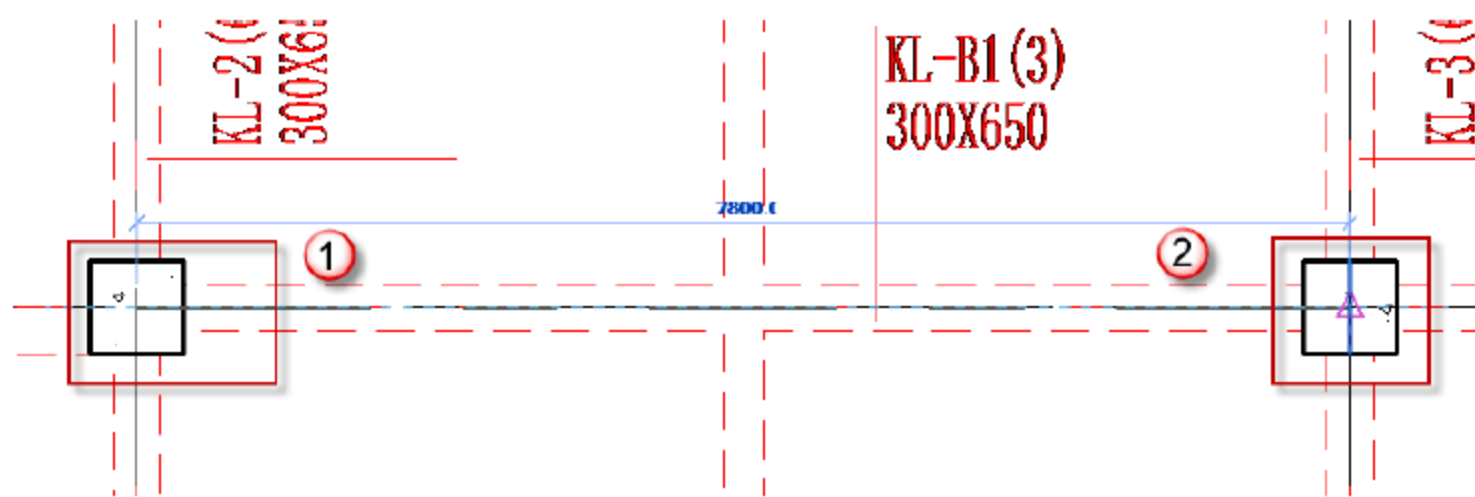

图 4.2.15 绘制 KL-B1
(15) 绘制矩形框架梁 KL-B1, 按快捷键 B+M, 放置平面为“标高 2”平面视图, 先单击起始柱的中心为起点, 后单击终止柱的中心为终点, 如图 4.2.15 所示。